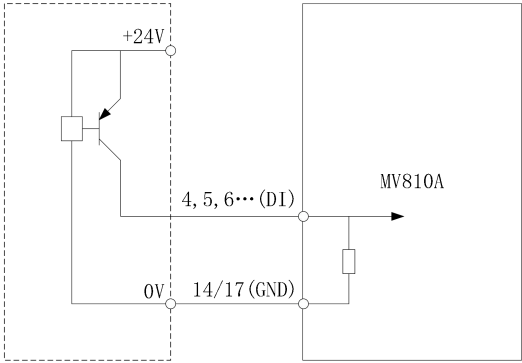

图 2-7 使用外部电源的 PNP 连接方式
③ 使用外部电源，外部控制器为 PNP 型的共发射极输出，接线方式如图 2-7 所示。